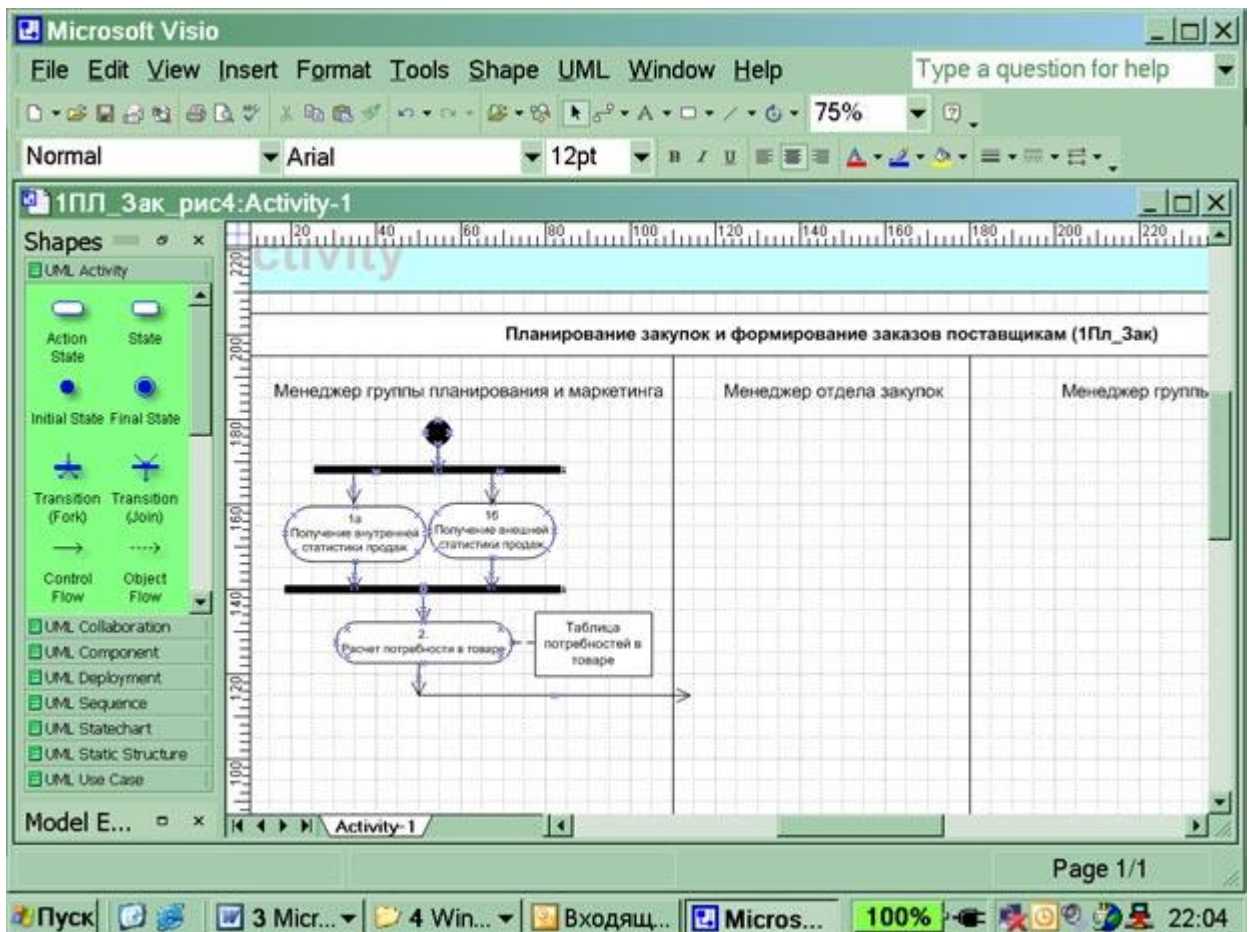

Рис. 4. Диаграмма действий менеджера группы планирования и маркетинга
17. В результате на диаграмме (рис. 4) получите изображение действий (операций), осуществляемых менеджером группы планирования и маркетинга.